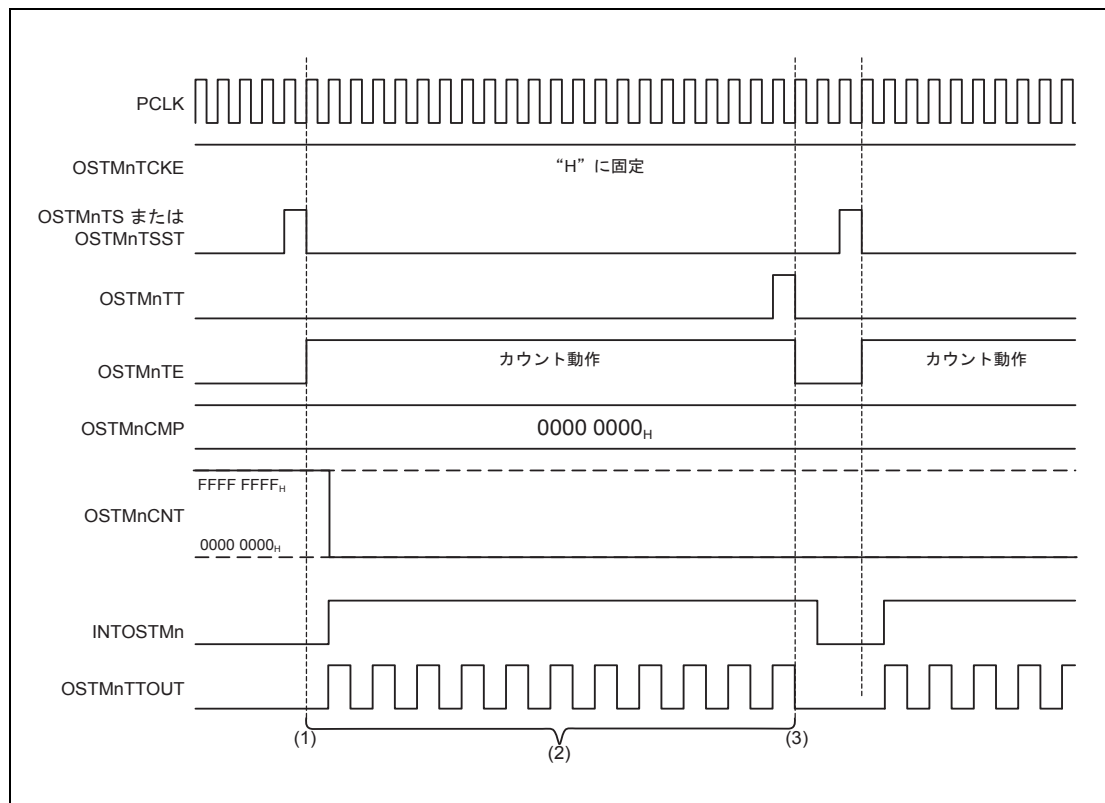

図 22.9 インターバルタイマモードで OSTMnCMP = 0000 0000_H の場合のタイミング図 (カウントクロック = PCLK (OSTMnTCKE = ハイ))
- (1) カウンタはカウントを開始しますが、OSTMnCMP の値をリロードするため、0000 0000_H のままです。
- (2) 割り込み要求 INTOSTMn が発生すると、OSTMnTTOUT がトグル出力します。(図 22.9 は、カウントクロック = PCLK のため、INTOSTMn がハイレベル固定となります。)
- (3) カウンタが停止すると、割り込み要求 INTOSTMn が停止し、OSTMnTTOUT 出力は、出力レベルを保持します。